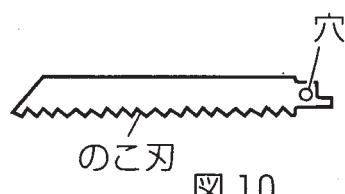

図 10
- 穴部が摩耗したのこ刃を使用しないでください。(図 10)